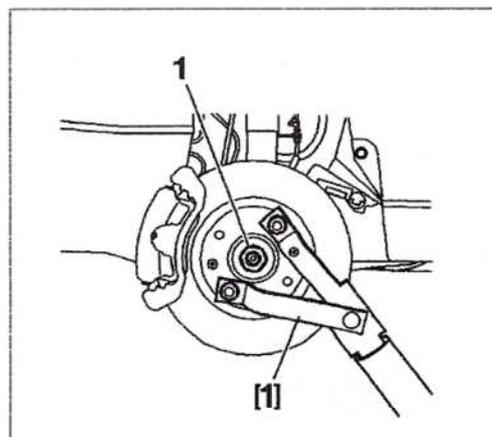

FIG. 23
- Con el útil [1], inmovilizar el cubo (Fig.23).